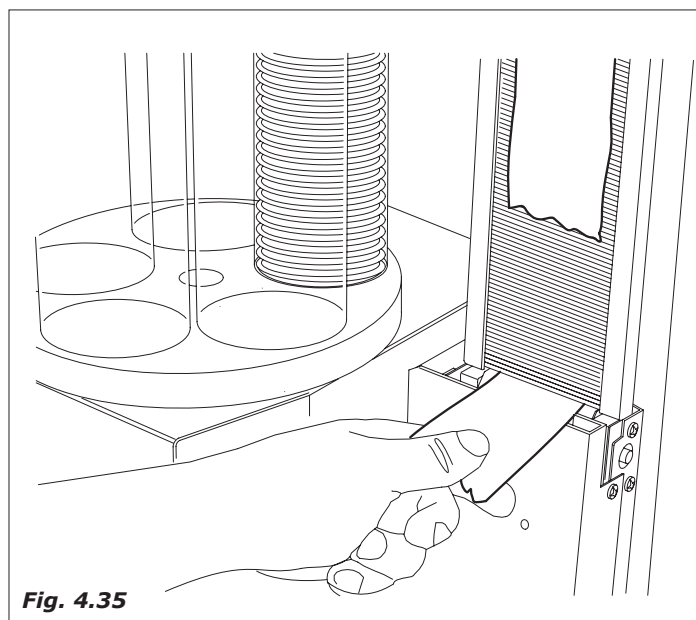

Fig. 4.35
- Inserire le palette con la loro fascetta di imballo nella colonna e posizionarle sul fondo e quindi tagliare e sfilare la fascetta (Fig.4.35).